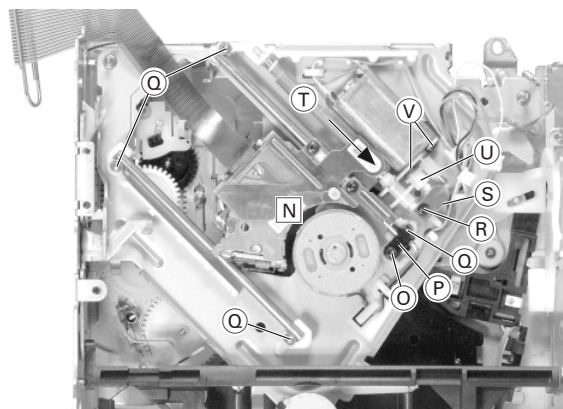

Fig. 11
- Schraube (O) heraus-schrauben und den Schalter (P) abnehmen (Fig. 11).
- 4 Schrauben (Q) heraus-schrauben (Fig. 11) und die Pick-Up-Einheit herausnehmen.
- Undo screw (O) and take away the switch (P) (Fig. 11).
- Undo 4 screws (Q) and remove the Pick Up Unit.
- Schraube (R) heraus-schrauben und die Blattfeder (S) herausnehmen (Fig. 11).
- Spindel (T) und Zahnrad (U) in Pfeilrichtung herausziehen (Fig. 11).
- 2 Schrauben (V) (Fig. 11) heraus-schrauben und den Motor abnehmen.
- Undo screw (R) and remove the plate spring (S) (Fig. 11).
- Pull out the spindle (T) and the gear wheel (U) in direction of the arrow (Fig. 11).
- Undo 2 screws (V) (Fig. 11) and remove the motor.